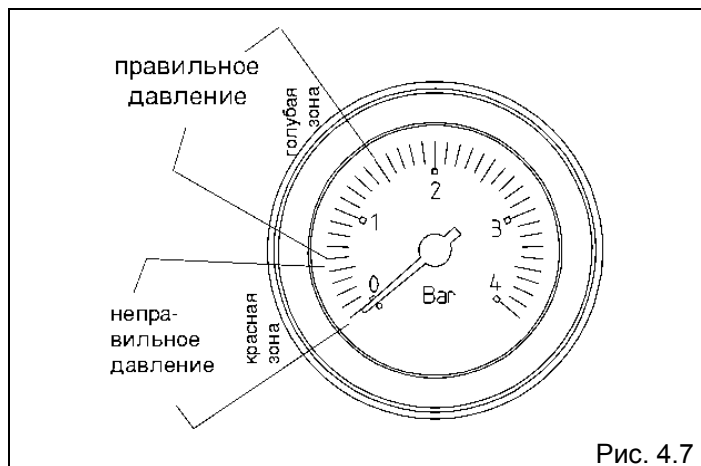
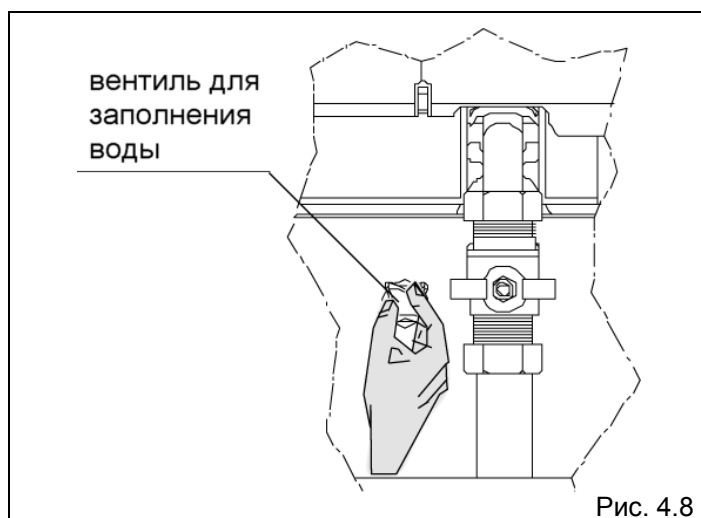

Рис. 4.7
Рис. 4.8
- по манометру проверьте давление в контуре воды (рис. 4.7); если оно ниже 0,5 бар, скорректируйте его с помощью крана подпитки (рис. 4.8).